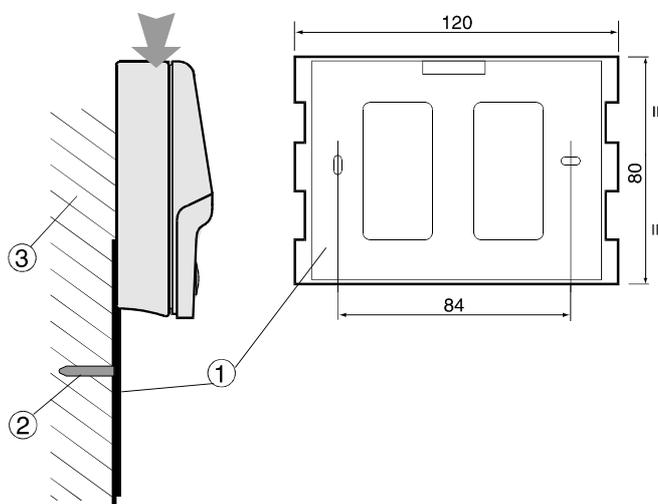

Fig. 9.2.1
El montaje en pared requiere el uso de un soporte plástico especial y de una caja de luz standard de 3 nódulos para el paso de los cables, en referencia a la Fig. 9.2.1, adherir el soporte plástico(1) a la pared (3) los tornillos (2); encastrar la parte posterior del instrumento dentro del soporte plástico.